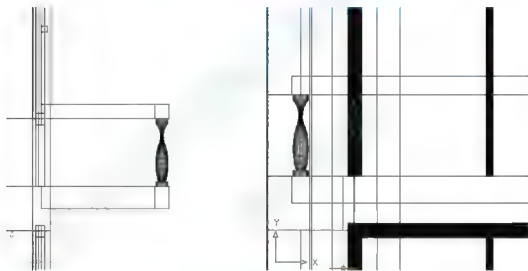

图 6.52 将“花瓶”放到合适的位置
(4) 左视图内显示“花瓶”的前后和上下位置关系，主视图内显示“花瓶”的左右和上下位置关系。用【移动】命令并结合两个视口的位置关系，将“花瓶”的位置调整至图 6.52 所示的状态。